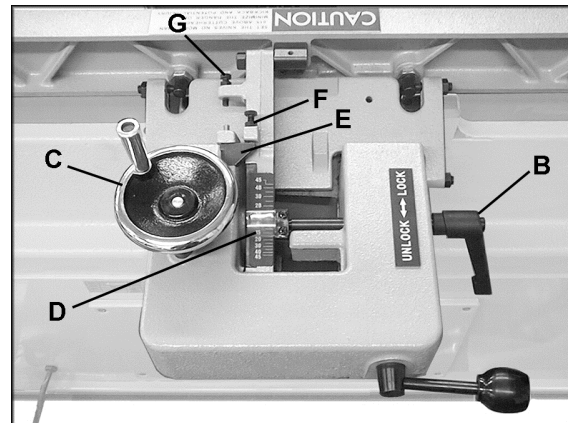
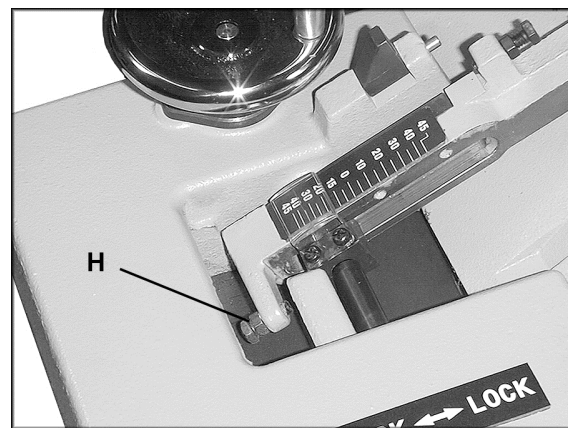

Рис. 16
Рис. 17
1. Ослабьте зажимную рукоятку (В, Рис. 16).
2. Выщелкните стопорный блок для установки упора под углом 90° (Е, Рис. 16).
3. Поворачивайте маховик (С, Рис. 16), чтобы выставить по шкале (D, Рис. 16) нужный угол наклона. Либо можно положить на стол скошенную заготовку вплотную к упору и поворачивать маховик (С, Рис. 16), пока угол наклона упора не будет равен углу скоса заготовки.
4. Затяните зажимную рукоятку (В, Рис. 16).
ВАЖНО: когда операция, для которой требовалось наклонить упор, будет завершена, а упор возвращен в вертикальное положение (под углом 90°), не забудьте вставить стопорный блок (F, Рис. 16) обратно в его исходное положение.
1. Регулировка 90° ограничителя производится с помощью винта (F, Рис. 16) и стопорного блока (Е, Рис. 16).
2. Ослабьте зажимную рукоятку (В, Рис. 16) и шестигранную гайку на винте (F, Рис. 16).
4. Сдвигайте упор, пока он не будет плотно прилегать к угломерному устройству. Закручивайте винт (F, Рис. 16) до тех пор, пока он не коснется стопорного блока (Е, Рис. 16).
(F, Рис. 16) и зажимную рукоятку (B, Рис. 16).
1. Регулировка данного упора осуществляется с помощью винта (H, Рис. 17).
2. Ослабьте зажимную рукоятку (B, Рис. 16) и шестигранную гайку на винте (H, Рис. 17).
4. Закручивайте винт (H, Рис. 17) до тех пор, пока он не коснется литого основания перед ним.
5. Затяните шестигранную гайку на винте (H, Рис. 17) и зажимную рукоятку (B, Рис. 16).